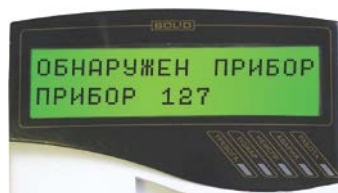

Рисунок 4
3.5.6 Измерьте ток потребления блока. Значение тока должно быть не более 200 мА. 3.5.7 В течение 1 мин после включения питания пульт должен показать сообщение об обнаружении устройства с сетевым адресом, соответствующим текущему адресу «С2000-БИ SMD» (заводской адрес блока 127). На рис. 4 представлен индикатор пульта «С2000М» с соответствующим сообщением.